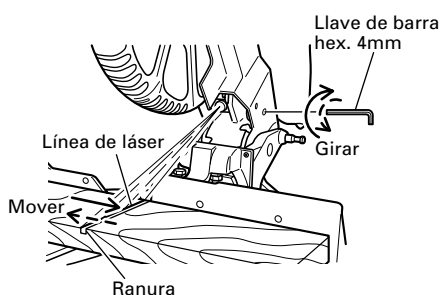

Fig. 16
- (2) A continuación introduzca una llave de barra hexagonal de 4 mm en el orificio de 12 pulgadas de diámetro situado sobre el lado de la caja de engranajes, y gire el tornillo de cabeza hueca hexagonal para desplazar la línea de láser. (Si gira el tornillo de cabeza hexagonal en el sentido de las agujas del reloj, la línea de láser se desplazará hacia la derecha, y si lo gira en sentido contrario a las agujas del reloj, se desplazará hacia la izquierda.) Cuando trabaja con la línea de tinta alineada con el lado izquierdo de la hoja de sierra, alinee la línea de láser con el extremo izquierdo de la ranura. (Fig. 16) Cuando la alinee con el lado derecho de la hoja de sierra, alinee la línea de láser con el lado derecho de la ranura.